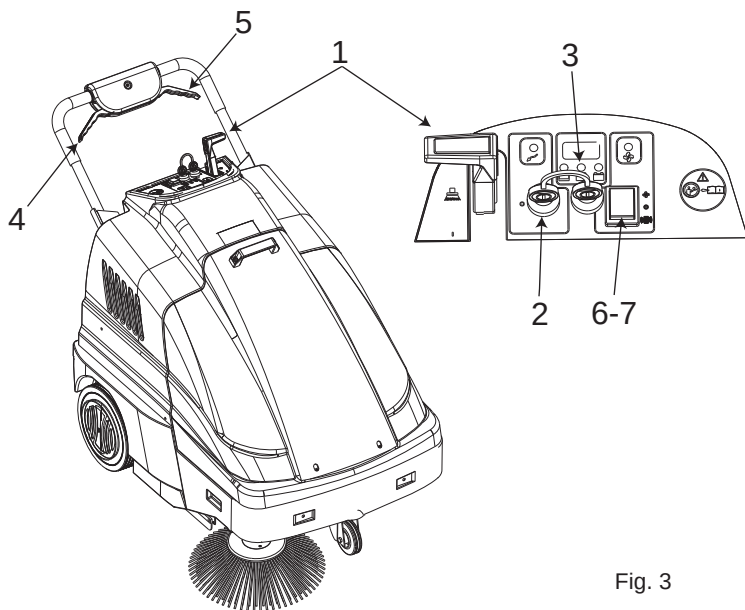

Fig. 3
- Deplasați pârghia de ridicare a periei (poz. 1 Fig.3) în poziția 0.
- Verificați dacă peria laterală poz. 1 Fig. 3 este în poziția 0.
- Rotiți cheia în poziția "I", poz. 2 Fig.3.
- După ce ați rotit cheia, așteptați aproximativ 10 secunde până când mașina începe să funcționeze. Verificați pe indicator poz. 3 Fig. 3: dacă acumulatorul este complet încărcat înainte de a începe lucrul, altfel încărcați acumulatorul.
- Activați motorul de aspirație mutând întrerupătorul în poz.7 Fig. 3 până la „I”.
Oprii motorul de aspirație atunci când utilizați mașina când este mutată, mutând întrerupătorul în poz. 7 Fig. 3 până la „0”.
- Trageți maneta de acționare poz. 4 Fig.3 și efectuați operațiile de curățare. Dacă este necesar, acționați maneta poz. 1 Fig.3, mutând-o în poziția "I" pentru a activa peria laterală. După terminarea lucrului, mutați maneta periei laterale, dacă este utilizată, în poziția "0", opriți mașina și scoateți cheile din panoul de control.
Durata de viață a acumulatorului depinde de întreținerea de rutină și nivelul de descărcare. Nu lăsați acumulatorul să cadă sub limita indicată de luminile din poz. 3 Fig.3.